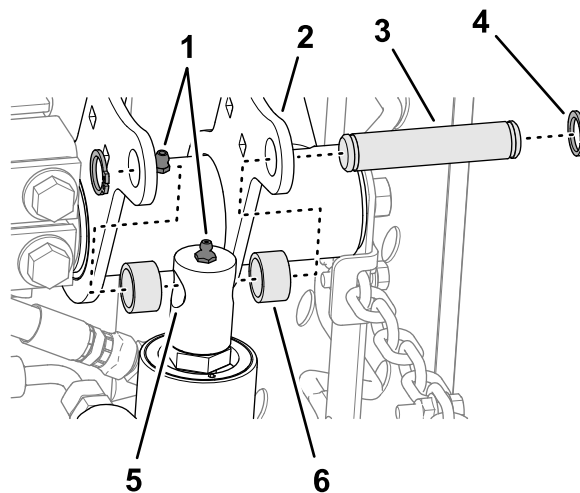

図 15
4. 昇降シリンダのロッドをゆっくり動かして右側昇降アームのフランジの穴に合わせる 図 15。
5. フランジにロッドを取り付ける取り付けピン、スペーサ 2 個、スナップリング 2 個を使用する 図 15。
6. 昇降アームと油圧シリンダのグリスフィッティングに、No. 2 リチウムグリスを注入する 図 15。
1. 後キャリアフレームのプレート穴を、カッティングユニットの取り付けプレートの穴に合わせる図 15。